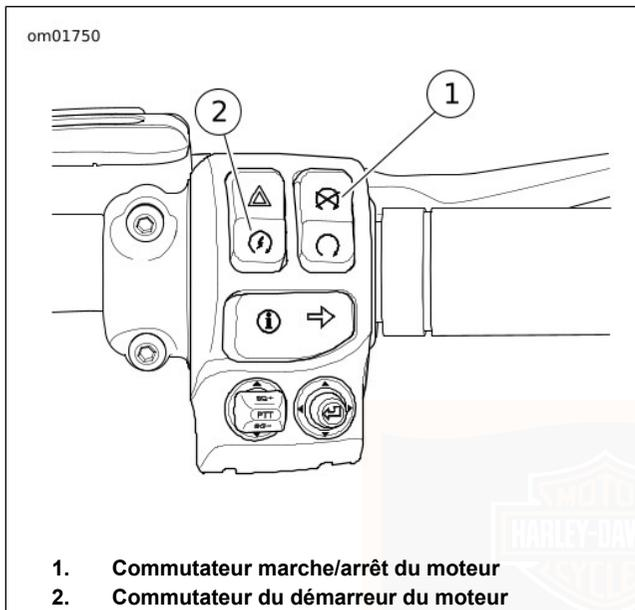

Figure 58. Commande de droite du guidon
2. Voir Figure 58. En présence du porte-clés de sécurité, mettre le commutateur MARCHE/ARRÊT en position MARCHE.